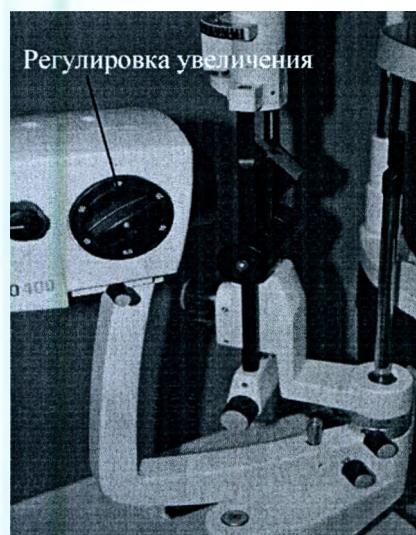

Рисунок 42. Угол освещения
12. Угол между системой освещения и микроскопом может колебаться в пределах от 0° до 90° или влево или вправо. (Рис.42)
14. Увеличение меняется за счет вращения диска со шкалой на головке микроскопа. Увеличение каждого фиксированного положения указано на диске. (Рис.42)